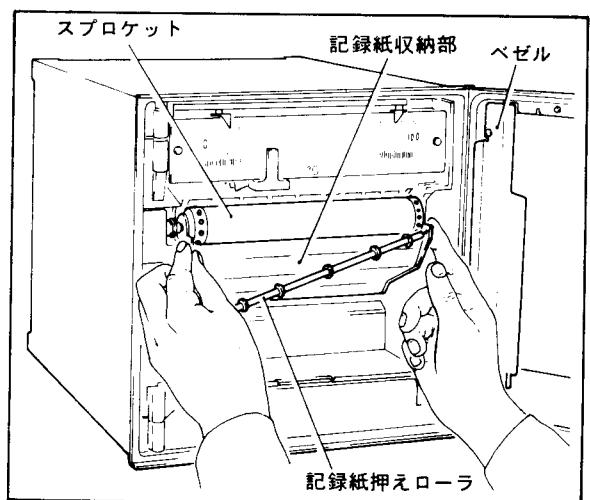

図11-3 記録紙収納部の引き出し方
(2) 扇を開き、記録紙押えローラを右に押しつけてはします（図11-3）。
(3) 記録紙収納部の両端を下方へ押すと、スプロケットが打点される位置から下って止まります（図11-3）。